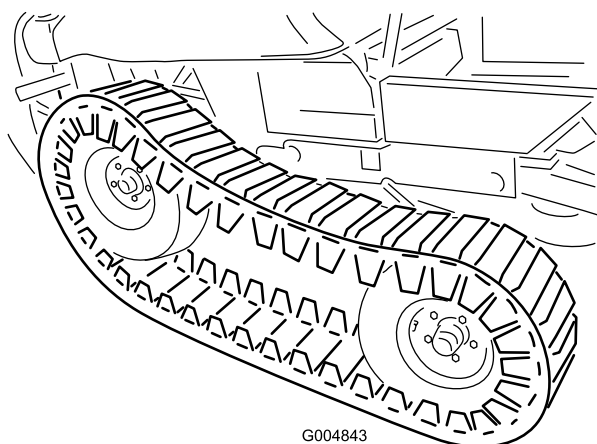

Рисунок 53
24. Вместе с помощником поднимите переднюю часть гусеницы в достаточной степени, чтобы установить передние колеса (Рисунок 53).